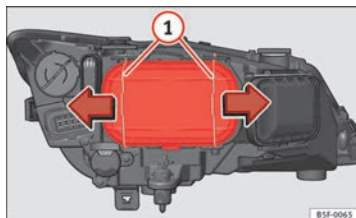

Fig. 180 Médios
- Desloque os tirantes ⇒ Fig. 180 ① no sentido da seta e puxe a tampa.